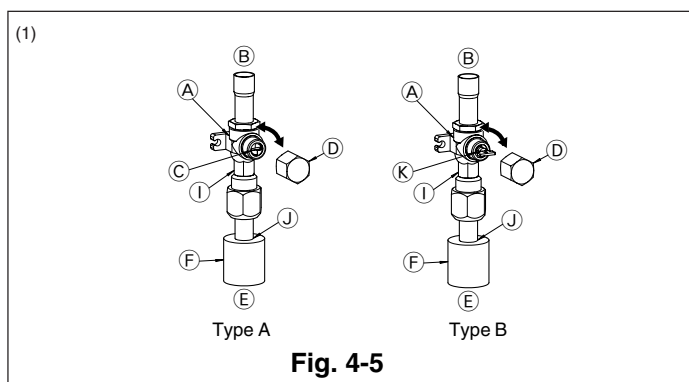

Fig. 4-5
- Côté gaz de A24-A42 (Fig. 4-5)